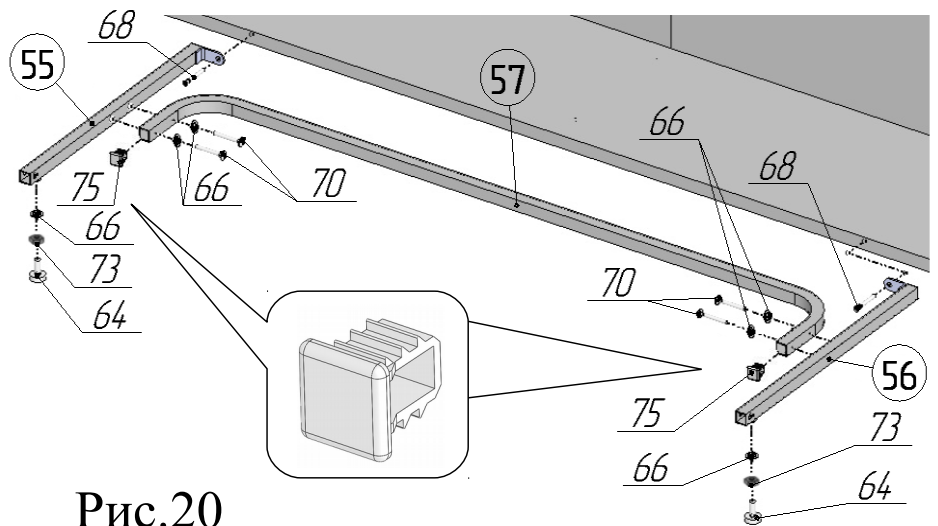
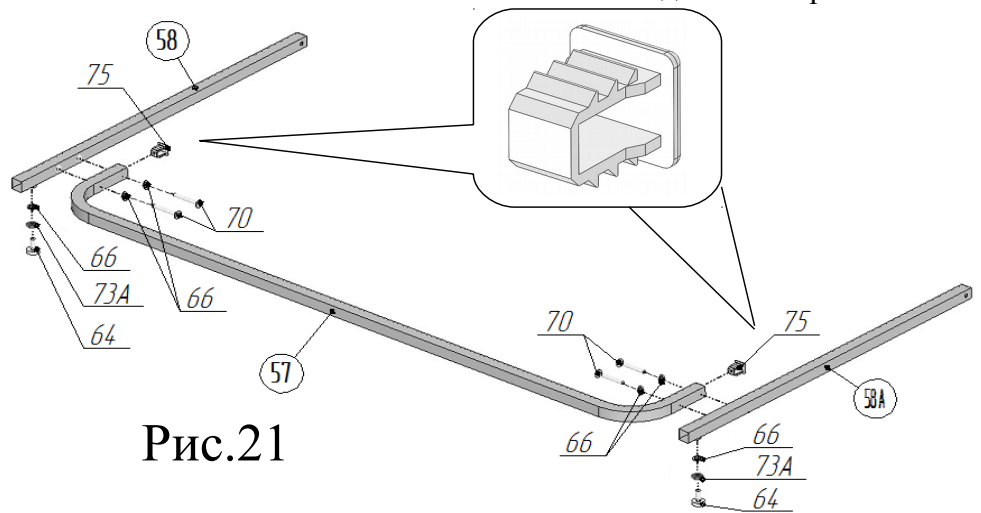

Рис.20
Рис.21
22. В торцы перемишки поз.57 вставить заглушки 20x20 поз.75 в соответствии с рис.20. К перемишке поз.57 присоединить упоры поз.55 и поз.56, используя винты М6х35 поз.70 и шайбы стопорные поз.66 в соответствии с рисунком 20. Во встроенные гайки упоров поз.55,56 вернуть ножки поз.64, предварительно навинтив на них гайки М8 ГОСТ поз.73 и надев на стержни ножек шайбы стопорные поз.66. Присоединить собранную конструкцию к коробу с помощью винтов-конфирматов поз.68 (рис.20).
23. В торцы перемишки поз.57 вставить заглушки 20x20 поз.75 в соответствии с рис.21. К перемишке поз.57 присоединить ноги поз.58, 58А, используя винты М6х35 поз.70 и шайбы стопорные поз.66 в соответствии с рисунком 21. Во встроенные гайки ног поз.58 и 58А вернуть ножки поз.64, предварительно навинтив на них гайки М8 ГОСТ поз.73 и надев на стержни ножек шайбы стопорные поз.66. В ноги поз.58 вставить заглушки 20x20 поз.75 в соответствии с рисунком 21. После окончательной сборки стола отрегулировать ножки поз.64, установленные в данном пункте и п.21. Затянуть гайки поз.73 таким образом, чтобы шайбы поз. 66 оказались прижаты к ногам поз.58, 58А (рис.21) и упорам поз.55,56 (рис.20).